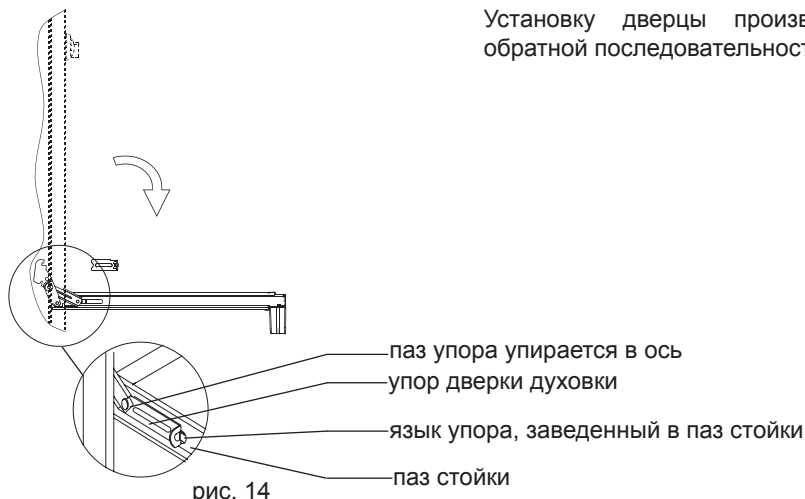

рис. 14
Для этого нужно (см. рис. 14, 15, 16):
1. Откинуть дверцу в горизонтальное положение. Ввести в пазы, предусмотренные слева и справа в стойках дверцы, два технологических упора (рис. 14);